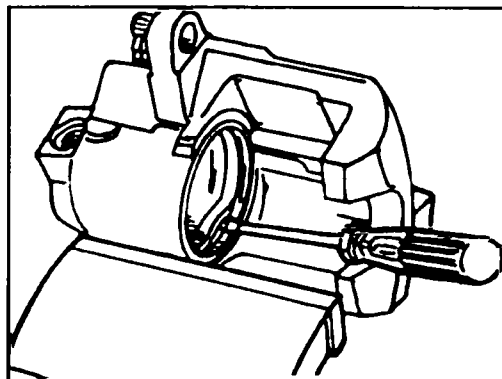

Рис. 9.15 Удаление из корпуса суппорта уплотнительного кольца
- ◆ Из канавки в цилиндре осторожно выньте уплотнительное кольцо, как показано на рис. 9.15.
- ◆ Все части тщательно вымойте в чистой тормозной жидкости. Если состояние корпуса хорошее, можно использовать его в дальнейшем, установив во время сборки детали, содержащиеся в ремонтном комплекте (см. рис. 9.15, 9.16).